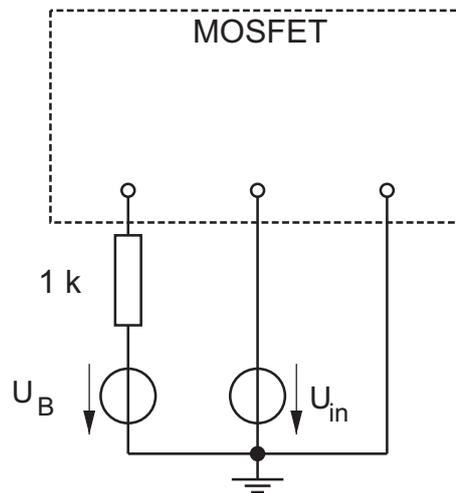

Abbildung 4.3: Schaltbild
- b) Ergänzen Sie Abb. 4.3 mit dem Symbol eines selbstsperrenden MOSFETs zu dieser Grundsaltung. Beschriften Sie hierbei auch die vier Anschlüsse des Transistors und zeichnen Sie die Ausgangsspannung U_A ein!